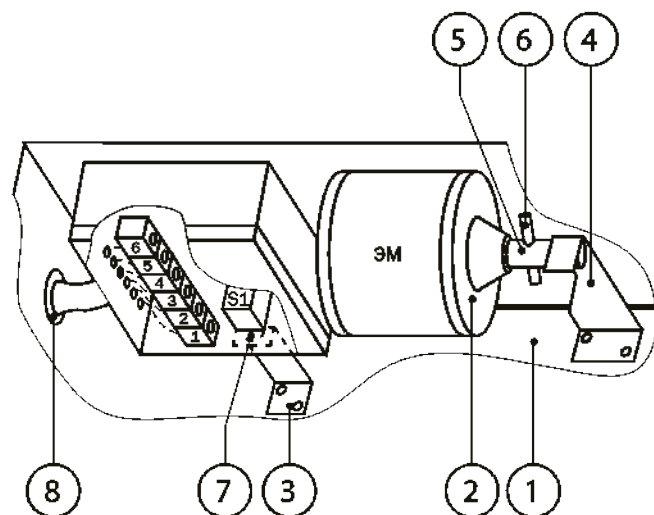

Рисунок 29. Клапан с электромагнитным приводом
(см. рисунок 29) проверяется подачей напряжения с блока управления на выводы электромагнита (2) (клеммы 1 и 2 на электросхеме рис. 28) перевести лопатку (1) в рабочее положение (открыть). При этом рычаг (3), закрепленный на лопатке, освободит концевую кнопку (7), тем самым обесточив цепь питания магнита. При наличии системы сигнализации (клеммы 3, 4 и 5 на электросхеме рис. 28) подастся напряжение на соответствующий вывод.